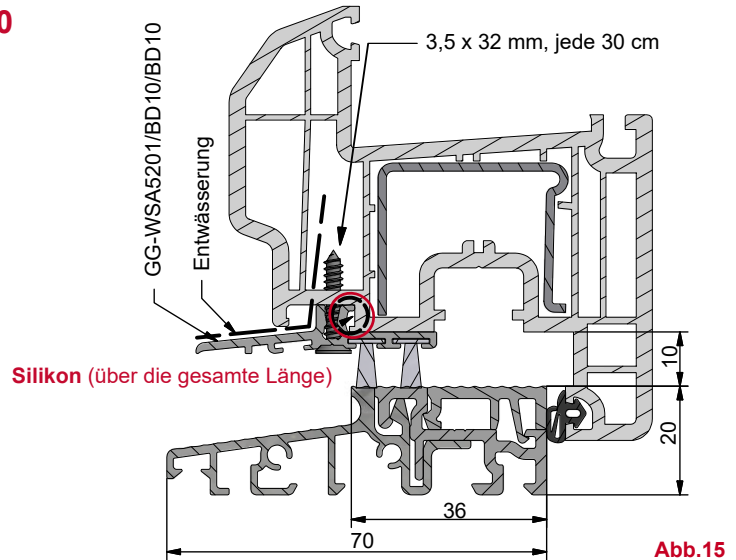

Abb. 15
1. Schrauben Sie die EKW-Enden mit 3,5 x 19 mm Edelstahlschrauben an den zugeschnittene Wetterschenkel. (Abb. 15)
2. Die Verbindung des Wetterschenkels mit den Endkappen über die gesamte Kontaktlänge mit Silikon abdichten. (Abb. 15)
3. Verschrauben Sie die EKW-Endkappe mit einer Edelstahlschraube 3,5 x 32 mm mit dem Wetterschenkel. (Abb. 15)
4. Versiegeln Sie die Kontaktstelle der Endkappe mit Silikon über die gesamte Länge (Abb. 15)